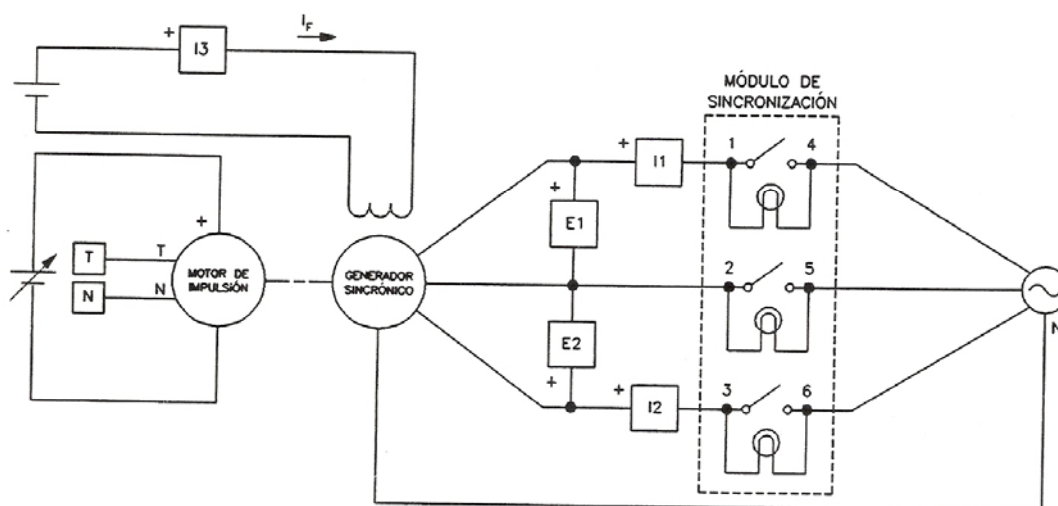

Figura 6-11. Circuito utilizado para sincronizar y conectar un generador a una red eléctrica CA.
En la primera parte del ejercicio, usted montará el equipo en el Puesto de trabajo, lo conectará como lo muestra la Figura 6-11 y realizará los ajustes apropiados en el módulo Motor de impulsión / Dinamómetro.
- ☐ 5. Conecte el equipamiento como lo muestra la Figura 6-11.